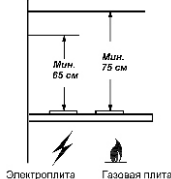

рис. 1
- 1.2 Вытяжку устанавливайте над плитой, как показано на рис. 1.
- 1.5 При выводе воздуховода на улицу (через отверстие в стене) должен быть уклон воздуховода, как на рис. 1а
рис. 1а
- 4.7 Устанавливайте кухонную вытяжку над плитой в соответствии с рис. 1.
- разметьте линию установки нижней части вытяжки над плитой (рис. 1);